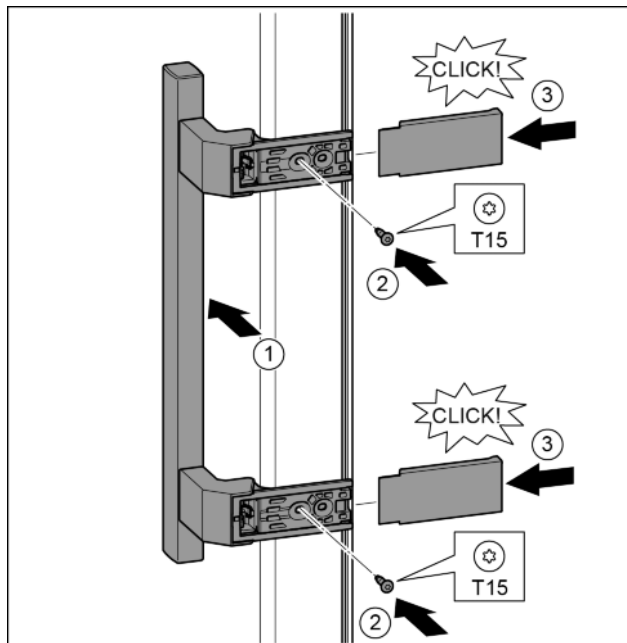

Fig. 22
- ▶ Установить ручку на противоположной стороне. Fig. 22 (1)
- ▶ Затянуть винты отверткой T15. Fig. 22 (2)
- ▶ Установить крышки сбоку и надвинуть. Fig. 22 (3)